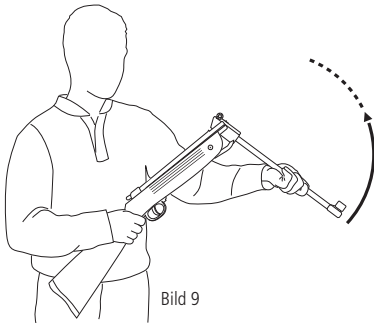

Bild 9
- Heben Sie den Lauf nach dem Laden wieder an und schließen Sie die Waffe (Bild 9)